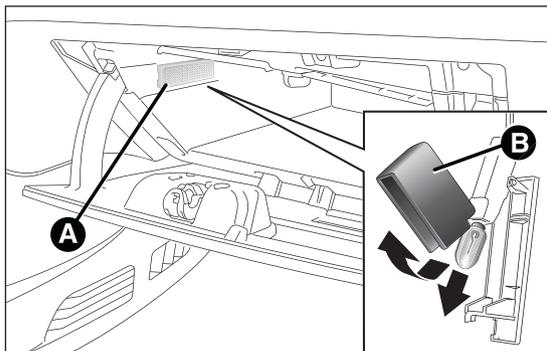

fig. 150
- aprire il cassetto portaoggetti ed estrarre la plafoniera A fig. 150;